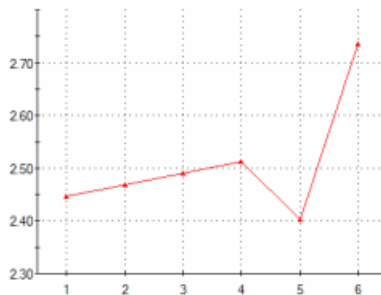

Рисунок 2.17 – Графік зміни маси моделі
- На графіку (рис. 2.17) видно, що вага збільшується при зменшенні розміру отвору. Значення маси показані в кг.